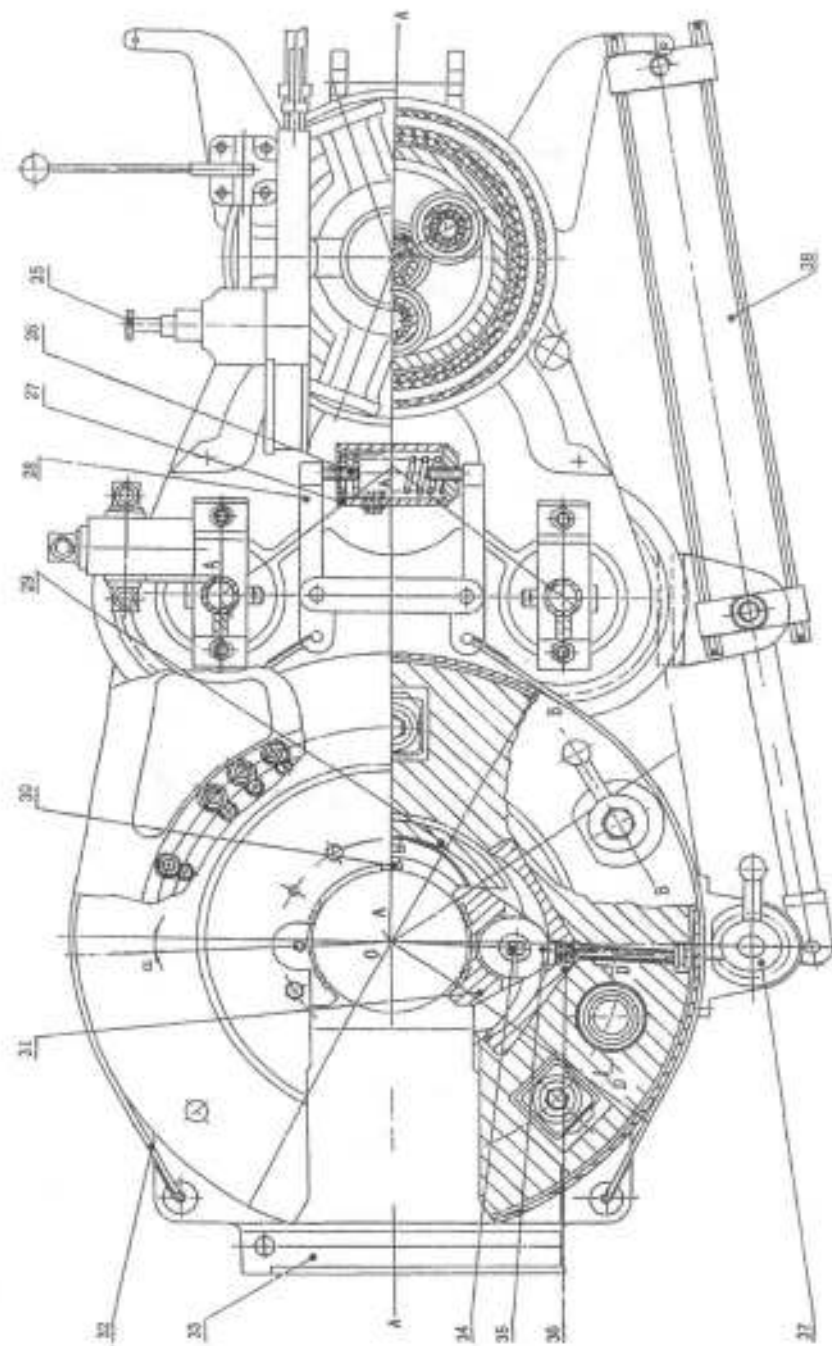
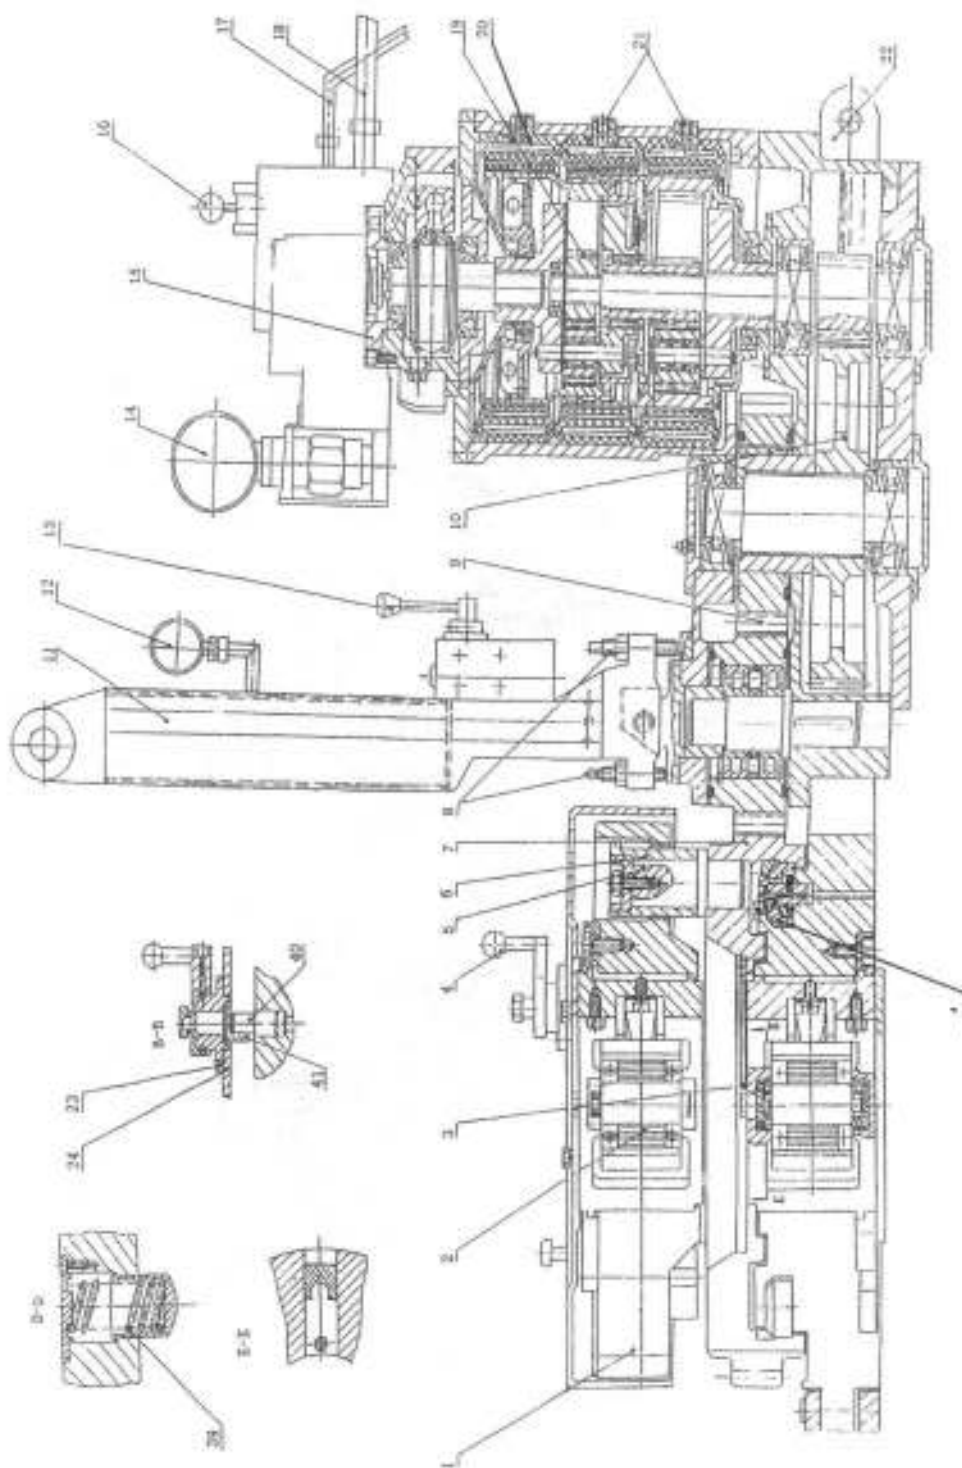

Рис.4
Рис.5
4.3 Комплект головки ключа (рис.4 и рис.5)
Когда зубчатка с открытым зевом приводит плавучий блок в движение, так как зубцы ключа не соприкасаются с замком, то тормозное колесо и опоры челюсти не вращаются из-за торможения. Вместе с этим плиты пандуса (№ 36 на рис.4) вращаются вслед за плавучий блоком, ролики (№35 на рис.4) будут делать педьём по внутренней поверхности пандуса, в конечном итоге назначение зажимания верхнего ключа осуществилось.
Зажимной пневмоцилиндр (№38 на рис.4) используется для того чтобы ввести во вращение опоры челюсти в нижнем корпусе ключа, и тем самым осуществляется назначение зажимания или отпуска нижним ключем.
Плавучий механизм головы ключа применился к настоящему ключу. Как видно из рис.4 и рис.5.
Плавучий блок смонтировался на зубчатке с открытым зевом через посредство четырёх рессоры (№39 на рис.4), под действием упругости плавучий блок вверх или вниз делает перемещение. Кроме того, блок ещё может делать перемещение в горизонте для того, чтобы обеспечивать всё ещё зажимание замка при однонаправленном износе замка.
Этот механизм состоит из тормозного колеса, тормозных лент, штока (№ 28 на рис.4) и регулирующего цилиндра(№ 27 на рис.4),как показано на рис.4. Через посредство вращения регулирующего цилиндра регулировать упругость пружины для того, чтобы изменять величину тормозного момента. более того, этот механизм ещё имеет лучше центрирующее назначение к плавучему блоку и применяется к эксцентриковому замку.
- 3) Предсмотреть, что два установочных винта на верхнем и нижнем ключе (№30 на рис.4) прилегли ли с бурильным замком (муфтой), если не так, должно использовать регулирование головы ключа регулируемыми винтами на подвеске, так, чтобы бурильный замок (муфта) прилег с установочными винтами (как показано на рис.12), и тем самым решить задачу о горизонте.